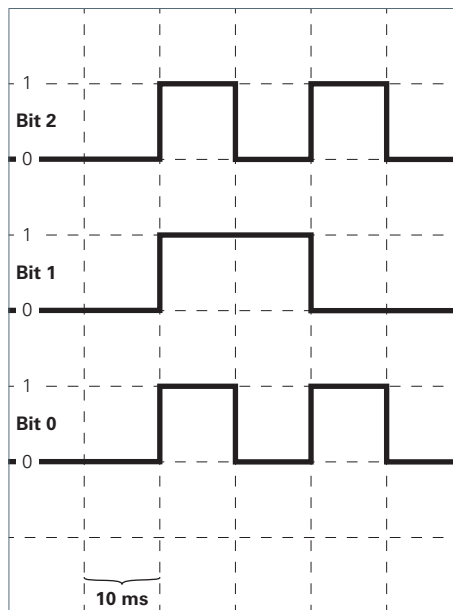

Fig. 6: Sequenza di bit per attivare il modo operativo "Modalità Combi BIANCO+RGB".
- Inviare la sequenza di bit per l'attivazione al cavo di collegamento con gli apparecchi bianchi e l'apparecchio RGB, vedi Fig. 6.